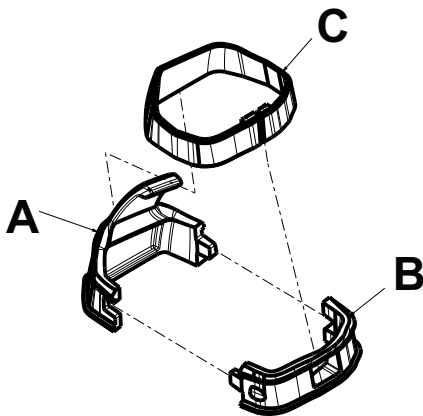

Figura 35 – Componentele cârligului pentru perfuzie
2. Potrivii clemele de prindere (A și B) și țineți cele două piese ale cârligului pentru perfuzie pe bara de prindere (Figura 35).
3. Glisați colierul cârligului pentru perfuzie (C) în jurul barei de prindere și a celor două piese ale cârligului pentru perfuzie (Figura 35).